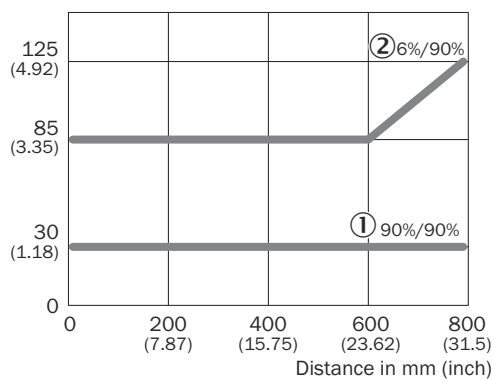

図 5: 対象物から背景への最小距離
5. 検出距離および対象物または背景への距離、ならびに対象物の反射率に注意してください。参照 図 5, ページ 95